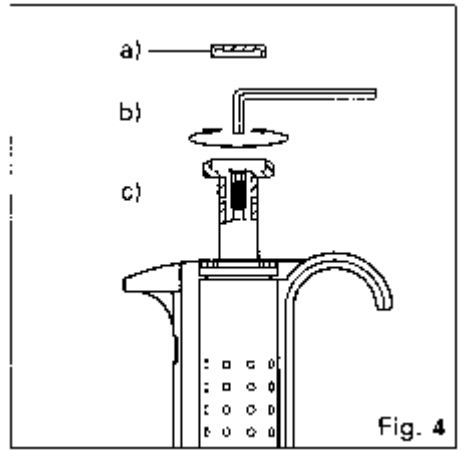

Fig. 4
**In-lab calibration (Fig. 4):** Whenever required, for instance when pipetting viscous or non-aqueous liquids, calibration adjustments can be performed by laboratory personnel. Reach calibration screw c) located inside plunger button by removing comfort pad a). By means of M3 allen key b), delicately turn calibration screw clockwise to decrease volume, and vice versa, using values indicated below. Check resulting volume after each fine tuning. Cover push-button with comfort pad again.
**In-lab Kalibrierung (Abb. 4):** Bei viskosen oder nicht wässrigen Flüssigkeiten kann eine Nachkalibrierung erforderlich sein. Die Kalibrierschraube c) wird durch Entfernen des Polsters a) erreichbar. Mit Hilfe eines Imbusschlüssels (M3) b) kann die Kalibrierschraube verstellt werden, wobei sorgfältiges Drehen im Uhrzeigersinn das Volumen reduziert und umgekehrt, gemäss untenstehenden Daten. Das Volumen muss nach jeder Anpassung nachkontrolliert werden. Den Druckknopf mit dem Polster wieder verschliessen.
**Calibration in-lab (Fig. 4):** un réétalonnage peut être requis lorsqu'un liquide visqueux ou non aqueux est pipeté. On accède à la vis de calibration c) logée sous le bouton-poussoir en enlevant le coussinet de rembourrage a). Au moyen de la clé imbus M3 b), diminuer le volume en tournant délicatement la vis de calibration dans le sens des aiguilles d'une montre, et inversement, en utilisant les valeurs ci-dessous. Contrôler les résultats obtenus après chaque ajustement. Remplacer le coussinet sur le bouton à la fin de l'opération.